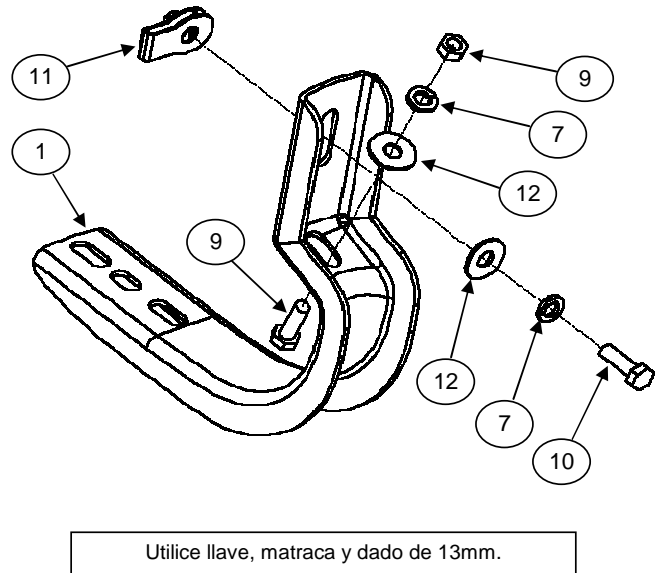

ILUSTRACIÓN 3.
6. Si adquirió estribos XL Composite de 5" & 6", inserte el tornillo cab. cuadrada 5/16" sobre el riel, colóquelo sobre los brackets, alinee y fije con: rondanas planas y de presión 5/16", tuercas hex. 5/16". **VER ILUSTRACIÓN 3.** Repita para el lado contrario. No apriete aún.